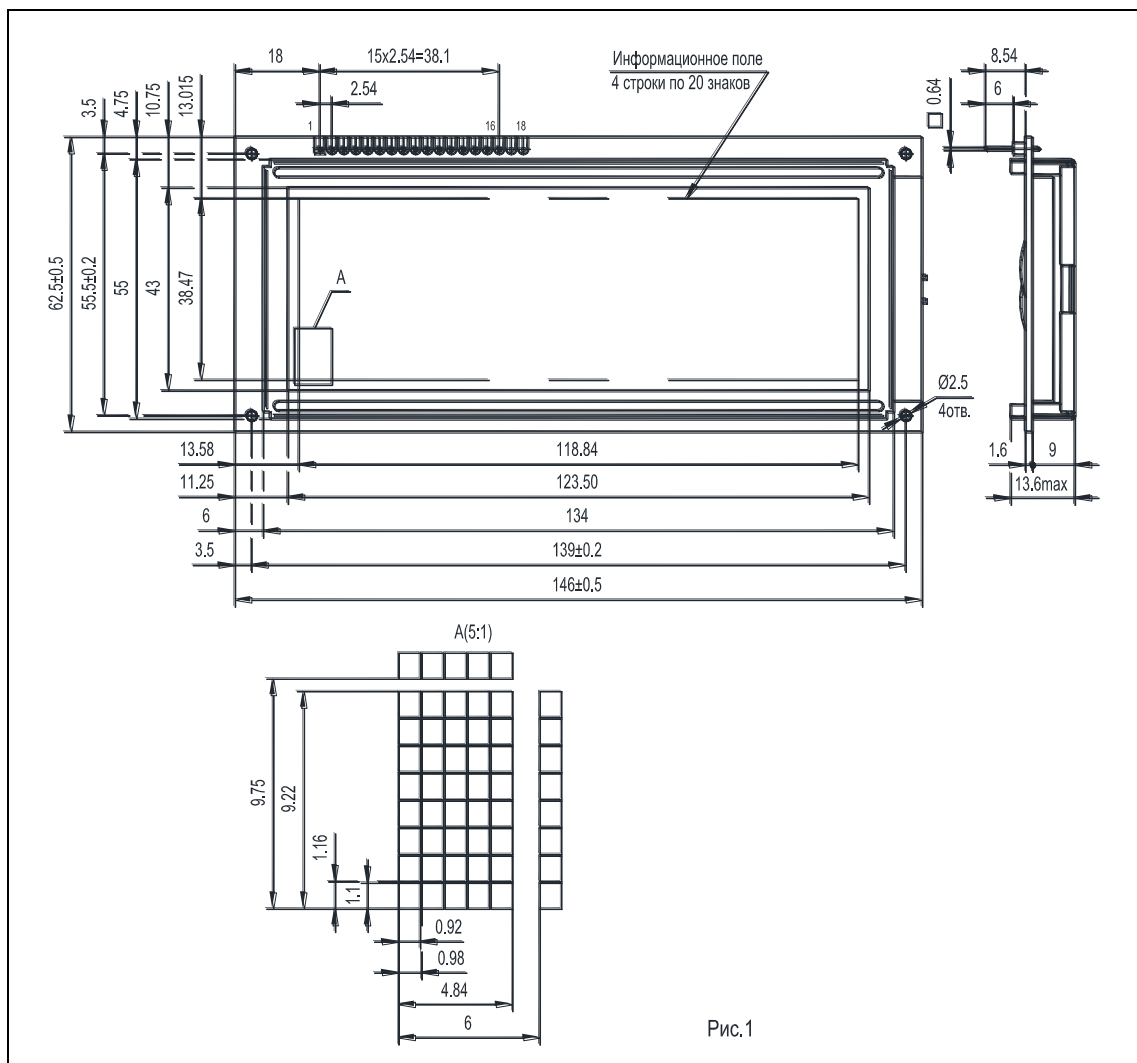

Рис.1
Внешний вид, габаритные и установочные размеры ИВУ приведены на рис.1.
7.1 Крепление ИВУ должно осуществляться с помощью отверстий в углах платы (рис.1).